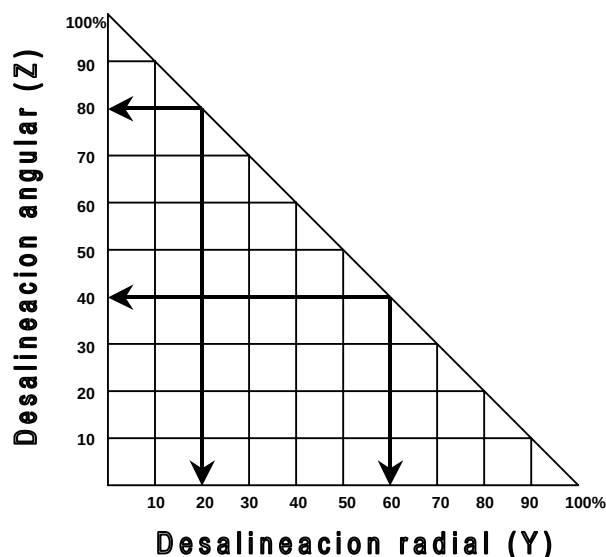

FIGURA 2
Las cotas de la tabla 7 son cotas de desalineación máxima admisibles. Si la desalineación radial (Y) y angular (Z) aparecen al mismo tiempo, los valores de desplazamiento permisibles solo pueden utilizarse parcialmente (ver figura 2).
de desalineaciones dada en figura 2